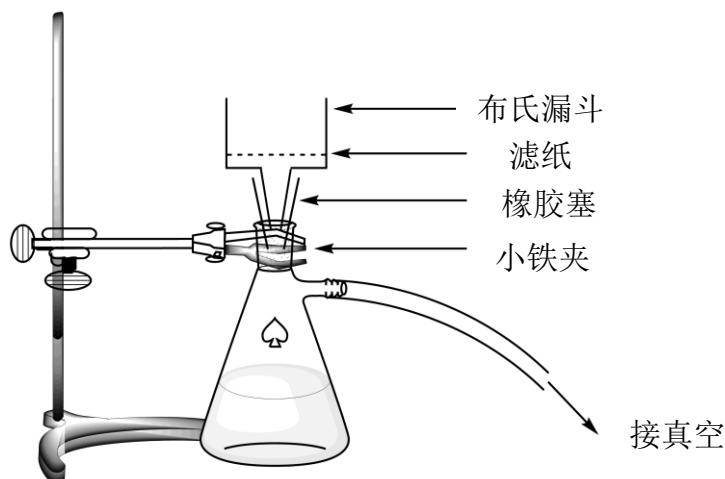

图 2. 抽滤装置图
7. 按照图 2 **安装**真空抽滤装置，备好布氏漏斗、滤纸和抽滤瓶(用小夹子固定在铁架台上)。**举起**你的 HELP 牌，请监考老师过来，他将示范如何将抽滤瓶连接到真空系统上。